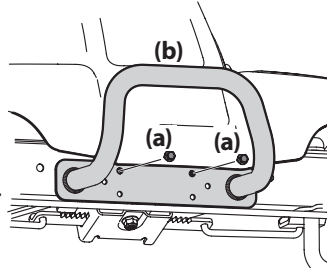

Figure 10
- Retirez les deux boulons (a) à l'avant et au centre de l'essieu avant. Voir Figure 10.
- Positionnez le pare-chocs sur les trous de montage et attachez-le avec la quincaillerie retirée à l'étape précédente. Voir la Figure 10.